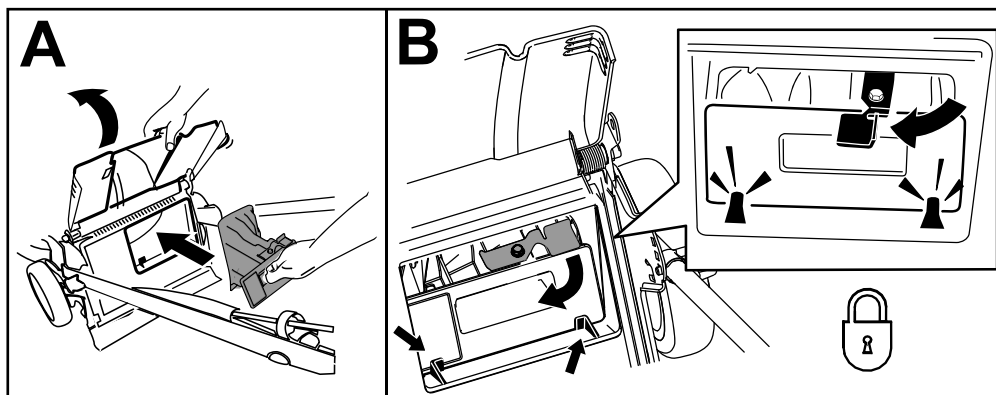

Bild 24
**Wichtig:** Stellen Sie sicher, dass die Heckauswurfklappe arretiert ist. Heben Sie zum Arretieren der Klappe: das hintere Ablenkblech (Bild 24) an, drücken Sie die Klappe fest ein, bis sie hinter den Nasen einrastet, und drehen Sie den Hebel an der Klappe nach links (Bild 24).